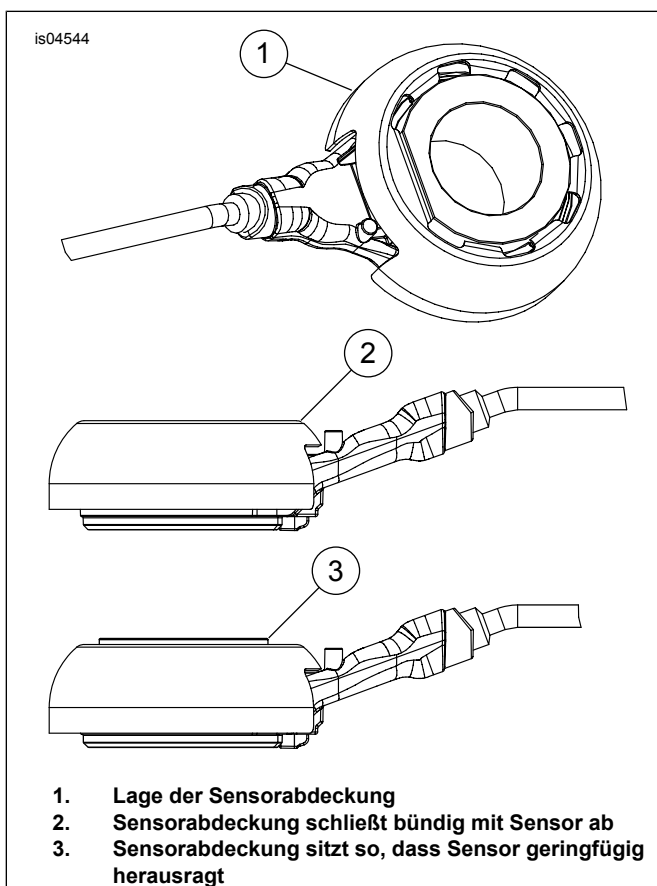

Abbildung 2. ABS-Sensorabdeckung
1. Siehe Abbildung 2. Die ABS-Sensorabdeckung (1) so auf den Sensor aufsetzen, dass der Schlitz auf den Kabelanschluss ausgerichtet ist. Einen Holzklötz auf die Abdeckung setzen und die Abdeckung mit einem weichen Gummihammer anschlagen, bis die Sensorabdeckung bündig (2) mit dem Sensor abschließt oder so sitzt, dass der Sensor geringfügig (3) herausragt.
3. Eine dünne Schicht Gleitmittel Permatex[®] Anti-seize Lubricant auf die Achse (I) auftragen.
4. Das Rad abstützen und das Gewindeende der Achse durch das rechte Gabelbein führen. Die Achse durch die Gabel, das neue externe kappenförmige Distanzstück (2) und die Radnabe schieben, bis sie geringfügig aus der linken Seite herausragt.